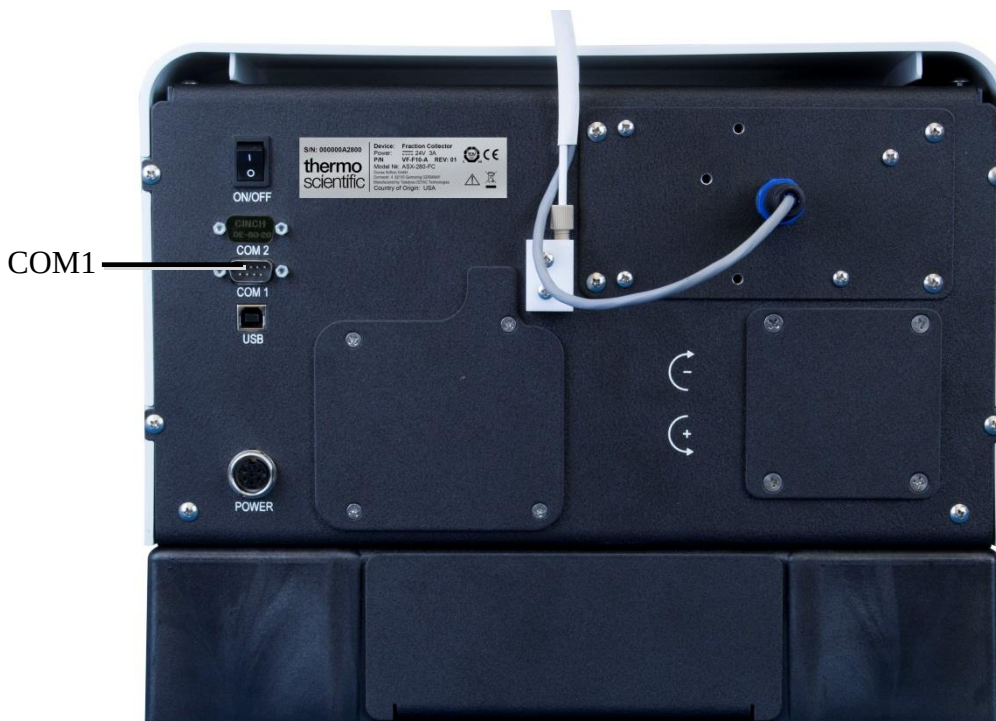

Abb. 26: COM1 Port
- Schließen Sie das Kabel an die serielle Schnittstelle **COM 1** (RS-232) auf der Rückseite des Fraktionssammlers an (Abb. 26).